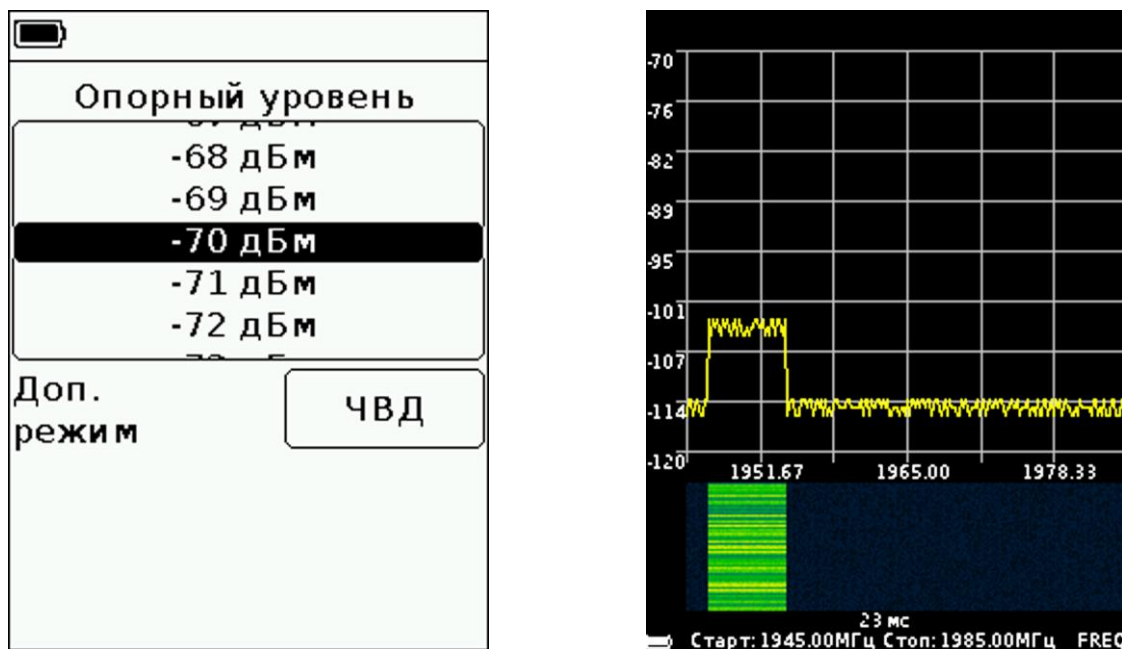

Рисунок 8.4.5 – Измерение в режиме частотно-временной диаграммы (ЧВД)
8.4.3.2. В дополнительном режиме ЧВД, на экране прибора под графиком спектра отображается частотно-временная диаграмма (Рисунок 8.4.5).